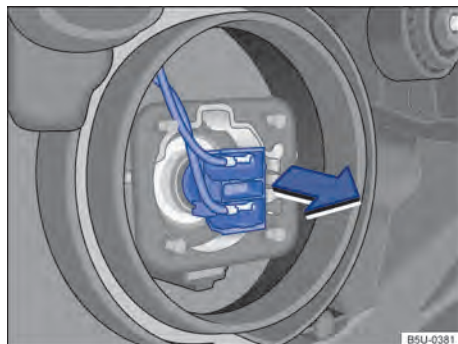

Fig. 183 Acesso à lâmpada incandescente do farol baixo.
- ⑤ **Farol baixo** [A], puxar a lâmpada no sentido da seta → Fig. 183 para desencaixá-la do suporte.